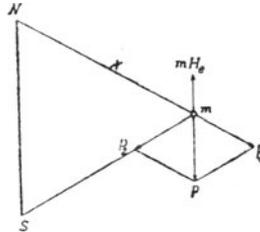

Fig. 48.
129 Eine nordmagnetische Menge m befindet sich im magnetischen Felde der Erde, deren Horizontalkomponente $H_e = 0,2$ [0,195] (0,186) ist. Von Westen her wird ihr ein in der Nord-Süd-Richtung gehaltener Magnetstab NS genähert, dessen Länge 24 [30] (20) cm und dessen Moment 10160 [20000] (18000) (c, g, s) beträgt. Wie groß ist die Kraft, welche auf die Menge $m = 1$ ausgeübt wird, a) in 30 cm, b) in 37,36 cm, c) in 40 cm Abstand des Stabes? (Fig. 48.)